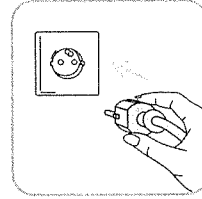

fig. 6
- Можно включить утюг. рис.6
- Можно включить утюг. **рис. 6**